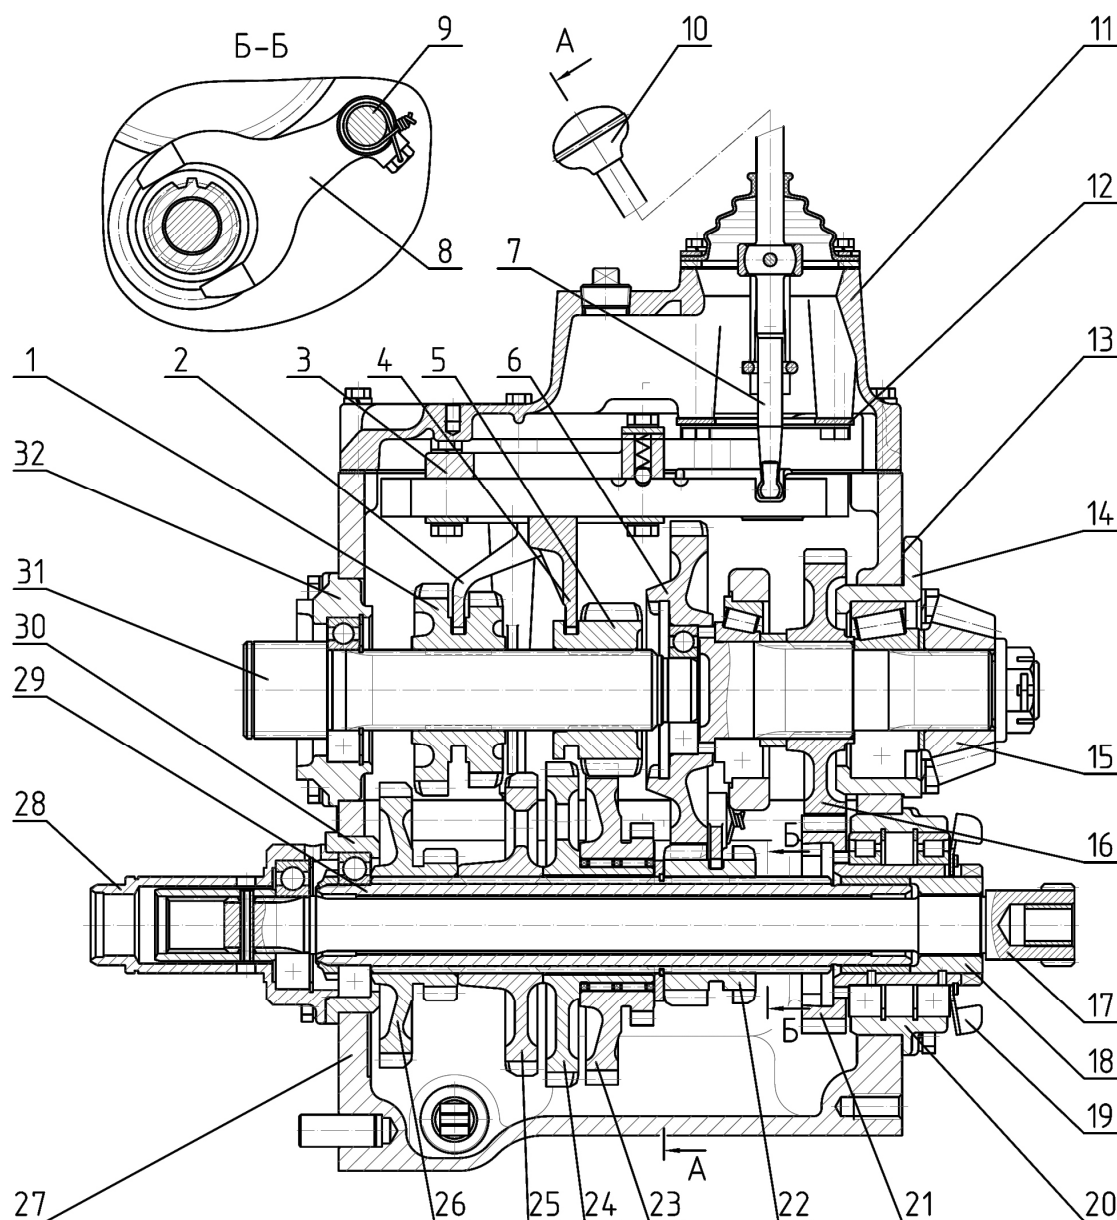
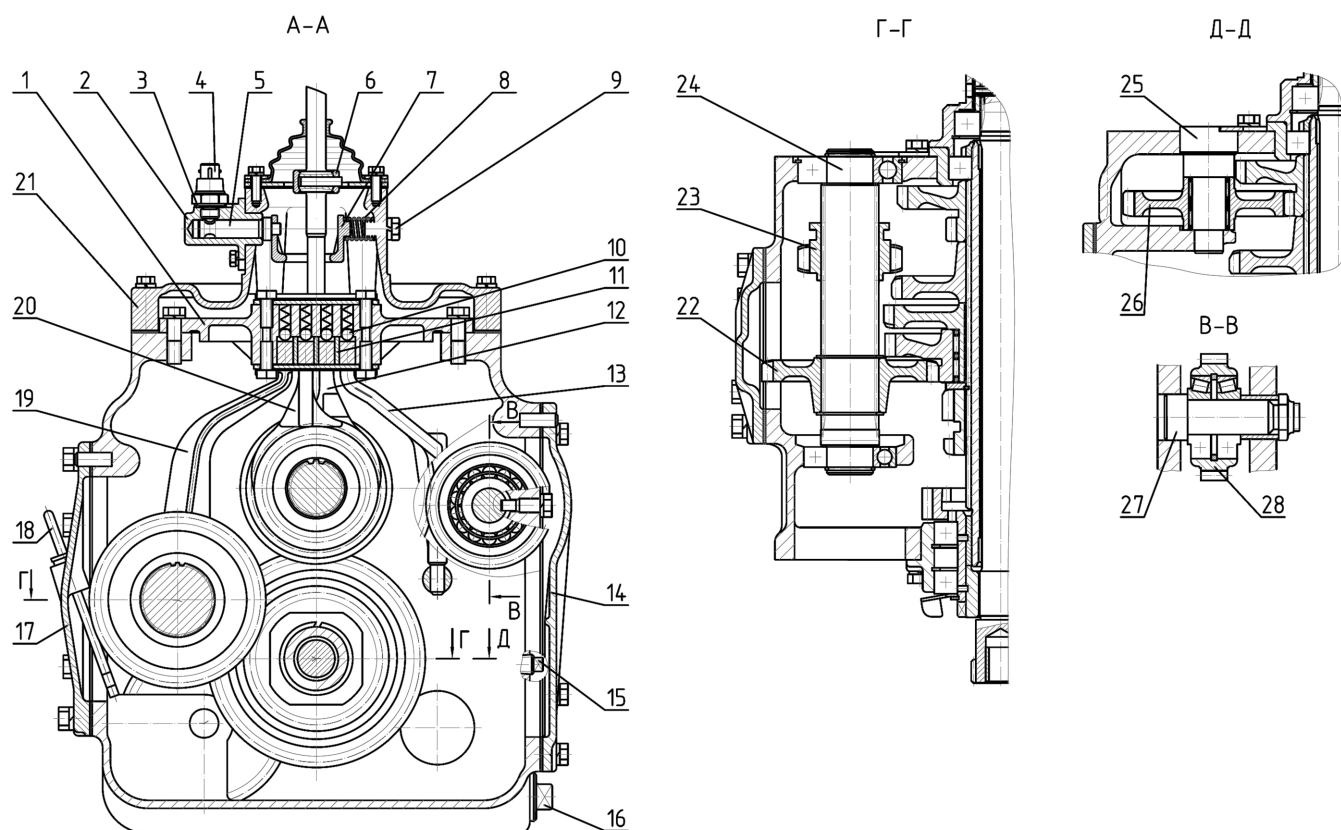

Рис. 1. Коробка передач трактора БЕЛАРУС-510/512 (9F/2R)
Рис. 2. Коробка передач трактора БЕЛАРУС-510/512 (9F/2R)
КП (рис. 1 и 2) состоит из узла механических передач и управления КП.
Узел механических передач КП состоит из расположенных в корпусе КП (27) (рис. 1)* соосных между собой первичного (31) и вторичного (6) валов, а также параллельных им промежуточного вала (29) и вала 1-ой передачи и заднего хода (24) (рис. 2).
Первичный вал (31) (рис. 1) установлен на двух шарикоподшипниках, один из которых размещен в стакане (32) на передней стенке корпуса КП (27). Второй – в расточке вторичного вала (6). На первичном валу установлены двухвенцовая ведущая шестерня 4-ой и 5-ой передач (1) и ведущая шестерня 3-ей и 6-ой передач (5) с возможностью скользить осевого перемещения по шлицам вала.
Опорами вторичного вала (6) (рис. 1) являются два конических роликоподшипника, один из которых расположен в расточке корпуса КП (27), а второй – в стакане (14), установленном в расточке задней стенки корпуса КП (27). Конструктивно вторичный вал выполнен за одно целое с ведомой шестерней I-ой ступени диапазонного редуктора. Зубчатый венец шестерни расположен консольно в передней части вторичного вала (6). Между опорами вторичного вала неподвижно на шлицах установлена ведомая шестерня II-ой ступени диапазонного редуктора (16), которая одновременно является и ведущей шестерней синхронного привода заднего ВОМ. На задней консоли вторичного вала неподвижно на шлицах установлена ведущая шестерня (15) главной передачи заднего моста (малая коническая шестерня).
На промежуточном валу (29) на шлицах неподвижно установлены двухвенцовая ведомая шестерня 5-ой и 8-ой передач и передач заднего хода (26), ведомая шестерня 4-ой и 7-ой передач (25) и ведомая шестерня 3-ей и 6-ой передач (24), на ступице которой свободно вращается на игольчатом роликоподшипнике двухвенцовая промежуточная шестерня (23), находящаяся в постоянном зацеплении с шестерней (22) (рис. 2), установленной на валу 1-ой передачи и передач заднего хода (24). На промежуточном валу (29) (рис. 1) с возможностью осевого перемещения установлена ведущая шестерня (22) I-ой ступени диапазонного редуктора.
Вал 1-ой передачи и заднего хода (24) (рис. 2) установлен на двух шарикоподшипниках, расположенных в расточках корпуса КП. В передней части вала (24) на шлицах установлена скользящая шестерня (23) пониженных передач и передач заднего хо-
да. Перемещение скользящей шестерни (23) назад до зацепления с шестерней (25) (рис. 1) позволяет получать пониженные передачи переднего хода, а перемещение вперед до зацепления с промежуточной шестерней заднего хода (26) (рис. 2) – передачи заднего хода. Промежуточная шестерня заднего хода (26) установлена на оси (25) и свободно вращается на ней на игольчатом роликоподшипнике. Шестерня (26) находится в постоянном зацеплении с меньшим зубчатым венцом двухвенцовой шестерни (26) (рис. 1).
В задней части вала (24) (рис. 2) на его шлицах установлена неподвижно ведомая шестерня пониженных передач и заднего хода (22), которая находится в постоянном зацеплении с меньшим зубчатым венцом шестерни (23) (рис. 1) промежуточного вала (29).
С правой стороны КП тракторов с приводом ПВМ в расточках корпуса КП установлена ось (27), на которой на двух конических роликоподшипниках свободно вращается шестерня привода ПВМ (28). Отбор силового потока на ПВМ осуществляется от ведомой шестерни I-ой ступени диапазонного редуктора (6) (рис. 1), с которой шестерня (28) (рис. 2) находится в постоянном зацеплении.
На передней стенке корпуса КП (27) (рис. 1), соосно промежуточному валу (29), установлено гнездо (28), внутри которого размещен передний подшипник внутреннего вала (17).
Справа и слева на корпусе КП имеются окна (рис. 2). Левое окно закрыто крышкой (17), в которой имеется масломерный щуп (18) для контроля уровня масла. У тракторов без привода ПВМ правое окно закрыто крышкой (14), а у тракторов с приводом ПВМ крышка (14) демонтирована, а окно закрыто корпусом раздаточной коробкой привода ПВМ (см. раздел).
Управление КП состоит из корпуса вилок (3) (рис. 1) и крышки управления КП (11), которые устанавливаются на верхнюю плоскость корпуса КП (27) и крепятся к ней болтами.
Корпус вилок (3) (рис. 1) состоит из вилки 1-ой передачи и заднего хода (19) (рис. 2), вилки 3-ей и 6-ой передач (20), вилки 4-ой и 5-ой передач (12) и поводка диапазонного редуктора (13), ползки которых установлены в пазу корпуса (1) и имеют возможность перемещения вдоль паза. На верхних плоскостях ползков имеются поперечные лунки, в которые входят подпружиненные шарики фиксаторов (10), обеспечивающие фиксацию ползков вилок и ползка редуктора в требуемых положениях, а также препятствуют самовыключению передач под нагрузкой.
Поводок (13) связан с валиком (9) (рис. 1), на котором закреплена вилка (8), перемещающая ведущую шестерню I-ой ступени диапазонного редуктора (22).
Ползки вилок и диапазонного редуктора разделены друг с другом тремя замковыми планками (11) (рис. 2). Планки (11) установлены в корпусе (1) неподвижно и исключают одновременное перемещение рычагом передач (7) (рис. 1) нескольких ползков. При включении передачи замковые планки (11) (рис. 2) “запирают” рычага передач (7) (рис. 1) в пазу ползка вилки включенной передачи.
Крышка управления КП (11) состоит из крышки (21) (рис. 2), на верхней плоскости которой при помощи болтов крепится шаровая опора (6) рычага передач (7) (рис. 1). При своем качении рычаг передач (7) непосредственно воздействует на ползки в корпусе вилок (3), вызывая их перемещение и, соответственно, включение или выключение выбранной передачи или диапазона в КП.
Конструкция КП обеспечивает блокировку запуска дизеля при включенной передаче в КПП. Справа на крышке (21) (рис. 2) установлен корпус (2), крепящийся к ней при помощи болтов. В корпусе (2) расположена ось (5) подпружиненной качающейся рамки (7). Кольцевое отверстие рамки (7) охватывает рычаг передач (7) (рис. 1). При этом качание рычага (7) приводит к соответствующему перемещению рамки (7) (рис. 2), лыска оси (5) которой воздействует на датчик блокировки запуска дизеля (4), установленный в резьбовом отверстии корпуса (2).
Конструкцией КП 9F/2R предусмотрены 4-е передачи переднего хода и одна передача заднего хода, включение каждой из которых возможно на обеих ступенях диапазонного редуктора, и одна прямая передача переднего хода, при включении которой первичный (31) (рис. 1) и вторичный (6) валы жестко соединяются ведущей шестерней 3-ей и 6-ой передач (5), выполняющей при этом роль зубчатой муфты.
Для выбора и включения диапазона редуктора оператор перемещает рычаг переключения передач (7) (рис. 1) из нейтрального положения в положение диапазонного редуктора (рис. 3). Далее, для включения I-ой ступени редуктора, оператор перемещает рычаг управления КП (7) (рис. 1) назад (рис. 3). При этом рычаг передач (7) (рис. 1), воздействуя на ползок редуктора (13) (рис. 2), перемещает его и связанный с ним валик (9) (рис. 1) с вилкой (8) вперед. Управляемая вилкой (8) ведущая шестерня I-ой ступени редуктора (22) перемещается по шлицам промежуточного вала (29) и входит в зацепление с ведомой шестерней (6) I-ой ступени диапазонного редуктора.
Для включения II-ой ступени редуктора, оператор перемещает рычаг управления КП (7) (рис. 1) в положении диапазонного редуктора вперед (рис. 3). При этом рычаг (7) (рис. 1), воздействуя на поводок редуктора (13) (рис. 2), перемещает его и связанный с ним валик (9) (рис. 1) с вилкой (8) назад. Управляемая вилкой (8) ведущая шестерня I-ой ступени редуктора (22) перемещается по шлицам промежуточного вала (29) и входит в зацепление с внутренним зубчатым венцом ведущей шестерни II-ой ступени диапазонного редуктора (21), соединяя ее с промежуточным валом (29). Шестерня (21) находится в постоянном зацеплении с ведомой шестерней II-ой ступени диапазонного редуктора (16).
В диапазонном редукторе КП отсутствует нейтральное положение ведущей шестерни I-ой ступени редуктора (22) (рис. 1), в связи с этим в диапазонном редукторе всегда включена или I-ая или II-ая ступень.
Для включения 1-ой или 2-ой передачи переднего или заднего хода оператор перемещает рычаг управления КП (7) (рис. 1) в крайнее левое положение (рис. 3) – положение пониженных передач и передач заднего хода. Далее, для включения 1-ой или 2-ой передачи переднего хода оператор перемещает рычаг управления КП (7) (рис. 1) вперед (рис. 3). При этом рычаг передач (7) (рис. 1), воздействуя на ползок вилки 1-ой передачи и передачи заднего хода, перемещает вилку (19) (рис. 2) назад. Управляемая вилкой (19) скользящая шестерня 1-ой передачи и заднего хода (23) входит в зацепление с ведомой шестерней 4-ой и 7-ой передач (25) (рис. 1), и силовой поток в КП передается на промежуточный вал (29) КП через шестерни (5), (23), (22) (рис. 2), (23) и (25)
(рис. 1).
Для включения 1-ой или 2-ой передачи заднего хода оператор перемещает рычаг управления КП (7) (рис. 1) в положении пониженных передач и передач заднего хода назад (рис. 3). При этом рычаг передач (7) (рис. 1), воздействуя на ползок вилки 1-ой передачи и передачи заднего хода, перемещает вилку (19) (рис. 2) вперед. Управляемая вилкой (19) скользящая шестерня 1-ой передачи и заднего хода (23) входит в зацепление с промежуточной шестерней заднего хода (26), находящейся в постоянном зацеплении с меньшим зубчатым венцом двухвенцовой шестерни 5-ой и 8-ой передач (26) (рис. 1). На заднем ходу силовой поток в КП передается на промежуточный вал (29) КП через шестерни (5), (23), (22) (рис. 2), (23), (26) и (26) (рис. 1).
Для включения 3-ей и 6-ой или 9-ой (прямой) передач оператор перемещает рычаг управления КП (7) (рис. 1) в положение этих передач (рис. 3). Далее, для включения 3-ей (6-ой) передачи оператор перемещает рычаг управления КП (7) (рис. 1) в положении указанных передач назад (рис. 3). При этом рычаг передач (7) (рис. 1), воздействуя на ползок вилки 3-ей и 6-ой передач, перемещает вилку (20) (рис. 2) вперед. Управляемая вилкой (20) скользящая шестерня 3-ей и 6-ой передач (5) (рис. 1) входит в зацепление с ведомой шестерней 3-ей и 6-ой передач (24). Посредством образовавшегося зацепления силовой поток передается на промежуточный вал (29) КП.
Для включения 9-ой (прямой) передачи оператор перемещает рычаг управления КП (7) (рис. 1) из положения 3-ей (6-ой) и 9-ой (прямой) передач вперед (рис. 3). При этом рычаг передач (7) (рис. 1), воздействуя на ползок вилки 3-ей и 6-ой передач, перемещает вилку (20) (рис. 2) назад. Управляемая вилкой (20) скользящая шестерня 3-ей и 6-ой передач (5) (рис. 1) входит в зацепление с внутренним зубчатым венцом вторичного вала (6), жестко соединяя первичный (31) и вторичный (6) валы.
Включение 9-ой (прямой) передачи следует выполнять при включенной II-ой ступени диапазонного редуктора (рис. 3). Это позволит избежать повышенного уровня шума в КП, так как на II-ой ступени редуктора частота холостого вращения промежуточного вала (29) (рис. 1) ниже, чем на I-ой ступени.
Для включения 4-ой (7-ой) или 5-ой (8-ой) передач оператор перемещает рычаг управления КП (7) (рис. 1) в положение этих передач (рис. 3). Далее, для включения 4-ой или 7-ой передачи оператор перемещает рычаг управления КП (7) (рис. 1) в положении указанных передач вперед. При этом рычаг передач (7), воздействуя на ползок вилки 4-ой и 5-ой передач, перемещает вилку (12) (рис. 2) и управляемый ею блок ведущих шестерен 4-ой и 5-ой передач (1) (рис. 1) назад. Меньший зубчатый венец блока (1) входит в зацепление с ведомой шестерней 4-ой и 7-ой передач (25). Посредством образовавшегося зацепления силовой поток от первичного вала (31) передается на промежуточный вал (29) КП.
Для включения 5-ой или 8-ой передачи оператор перемещает рычаг управления КП (7) (рис. 1) в положении указанных передач назад (рис. 3). При этом рычаг передач (7) (рис. 1), воздействуя на ползок вилки 4-ой и 5-ой передач, перемещает вилку (12) (рис. 2) и управляемый ею блок ведущих шестерен 4-ой и 5-ой передач (1) (рис. 1) вперед. Большой зубчатый венец блока (1) входит в зацепление с ведомой шестерней 5-ой и 8-ой передач (26). Посредством образовавшегося зацепления силовой поток от первичного вала (31) передается на промежуточный вал (29) КП.